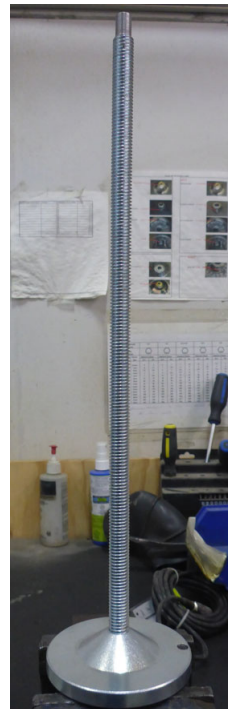

Figure 15
3. Nettoyer l'assemblage du flasque coulissant (items ⑤ ⑥ ⑦ ⑧ ⑨ ⑩) à l'aide d'un pistolet à l'air.
4. S'il est nécessaire de désassembler le flasque coulissant ⑦ et le couvercle de ressort ⑨, utiliser l'outil de démontage 5055-0002 (figure 15).